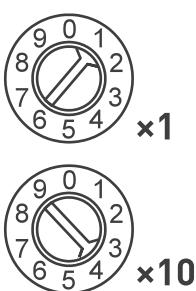

Рис.2. Адрес 41.
- 3.4. Установите DALI адрес. Адрес устанавливается двумя вращающимися переключателями. Первым переключателем устанавливаются единицы, вторым — десятки. На Рис. 2. показан пример установки адреса 41. Переключателем устанавливается адрес первого канала, соответствующего каналу R зоны 1 (назовем его А).
Таким образом, в примере на Рис.2, будут задействованы адреса 41, 42, 43...56. Максимально возможное количество адресов и устройств на шине DALI — 64 адреса.